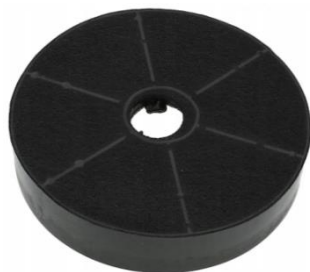
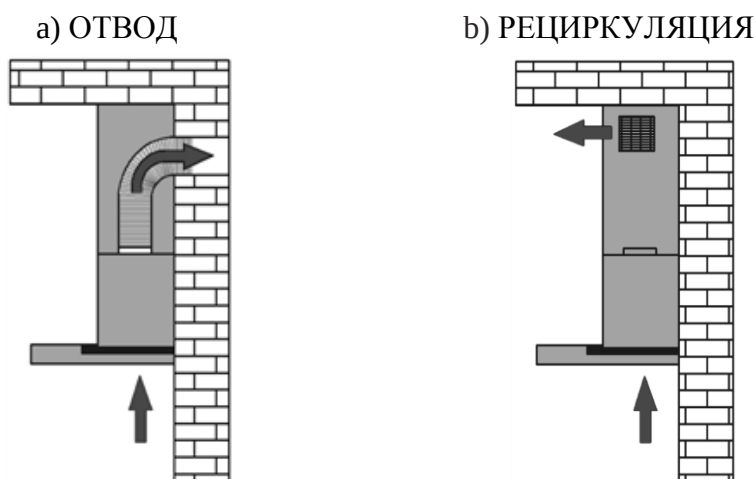

Рис. 5
Рис. 6
1) Отвода (рис. 6а) – воздух удаляется из помещения через соединение вытяжки с вентиляционным каналом жестким пластиковым воздуховодом или гофрированным
2) Рециркуляции (рис. 6б) – внутренняя циркуляция воздуха через угольные фильтры (рис. 5). Вытяжка в данном случае не подключается к вентиляционной шахте и, таким образом, воздух просто прогоняется через вытяжку внутри кухни.
В этом режиме на вытяжку должны быть установлены угольные запахоулавливающие фильтры (рис. 5). Эти фильтры не входят в комплект вытяжки и приобретаются отдельно. Угольные фильтры следует менять не реже, чем раз в 3 месяца (в зависимости от интенсивности приготовления пищи). Использование вытяжки в режиме рециркуляции снижает ее производительность.